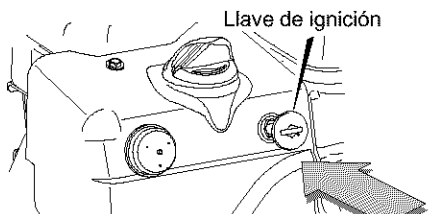

Figura 80
- Saque ambas llaves de ignición de la bolsa plástica. Inserte una de ellas en la ranura de encendido (vea la Figura 80). Asegúrese de que la llave encaje bien. **No gire la llave de ignición.** Guarde la segunda llave en un lugar seguro.